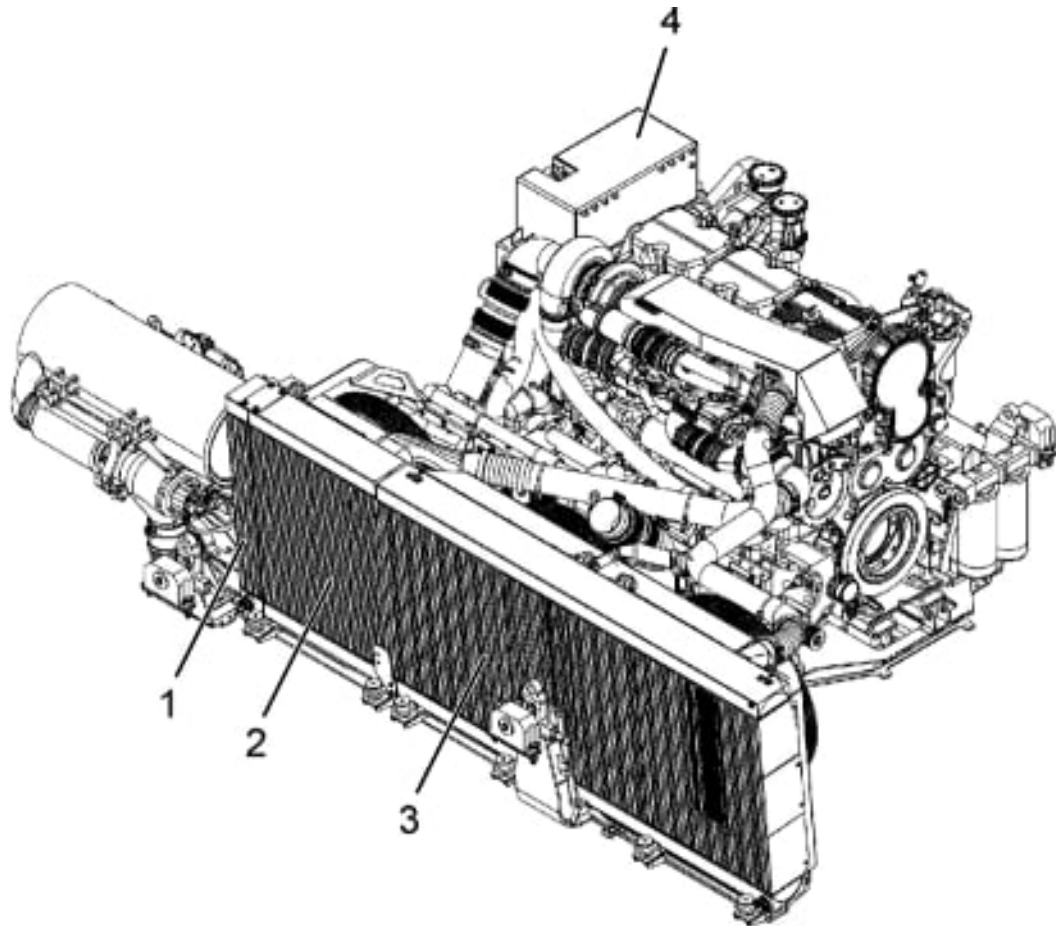

Abb. 22: Kühlsystem Hauptdieselmotor
Damit auch bei abgeschalteter Arbeitshydraulik der Hauptdieselmotor betrieben werden kann und das Hydrauliköl der Lüftermotore für den Kühlmittelkühler und Ladeluftkühler ausreichend gekühlt wird, gibt es einen separaten Hydraulikölkühler für die Lüftermotore, siehe Abb. 22 (1). Dieser ist seitlich am Ladeluftkühler (2) des Hauptdieselmotors angebracht.